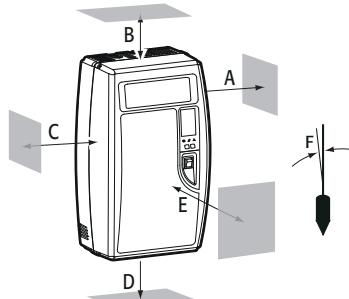

Рис. 3.а
- последите, чтобы увлажнитель был расположен вертикально, с минимальными зазорами (для монтажа увлажнителя для воздуховодов см. рис.3.а и таблицу 3.а, а для монтажа увлажнителя для помещений см. рис. 3.б и таблицу 3.б) для обеспечения безопасности и проведения работ по техобслуживанию.